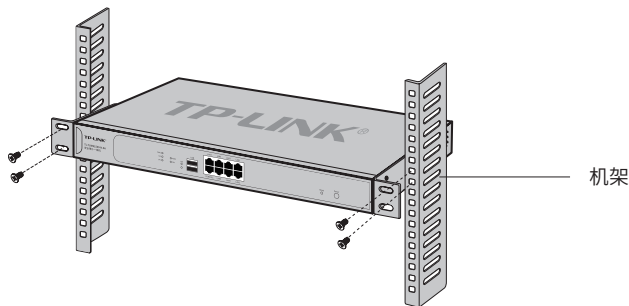

图2-2 机架安装示意图
4. 用螺钉将L型支架固定在机架两端固定的导槽上, 确保安全审计一体机稳定、水平地安装在机架上, 如图2-2所示。